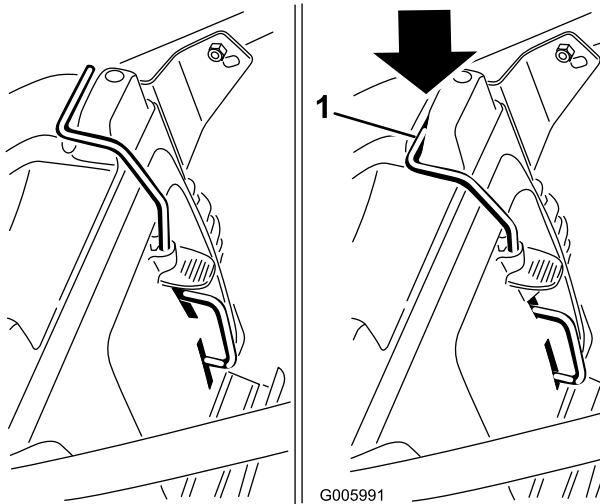

Figure 26
**Important:** Un contacteur de sécurité empêche la machine de démarrer si l'obturateur Recycler n'est pas correctement installé (Figure 26).
Montez l'obturateur Recycler comme indiqué à la Figure 26.